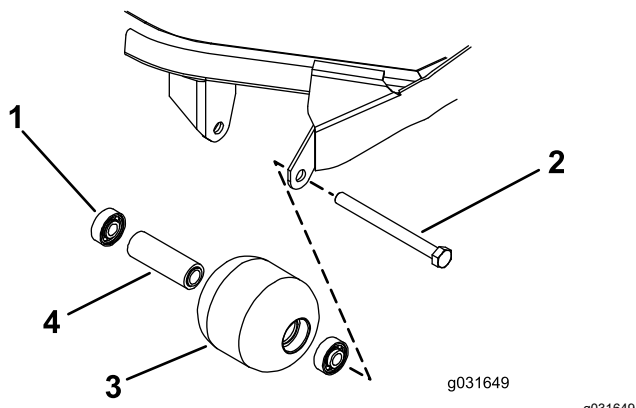

Figura 71
1. Retire o parafuso de montagem do rolo (Figura 71).
- Verifique se a estrutura dos rolamentos, os rolamentos e o espaçador de rolamentos estão danificados (Figura 71).
- Empurre só a calha externa ou, então, exerça o mesmo tipo de pressão nas calhas interna e externa, e empurre o primeiro rolamento para a estrutura do rolamento (Figura 71).
- Coloque o espaçador (Figura 71)
- Empurre só a calha externa ou, então, exerça o mesmo tipo de pressão nas calhas interna e externa, e empurre o segundo rolamento para a estrutura do rolamento até entrar em contacto com o espaçador (Figura 71).